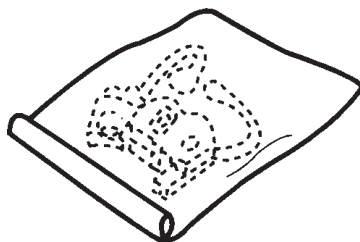

Fig. 1
- A unidade deve permanecer em sua embalagem anti-estática até o momento de ser usada (Fig. 1).